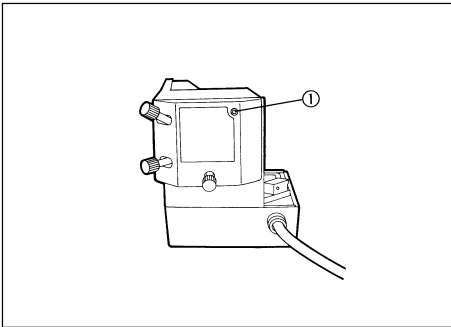

Fig. 1
1. Usando el destornillador Allen suministrado con el estativo del microscopio, aflojar el tornillo de fijación del portalámparas ①. (Fig. 1)